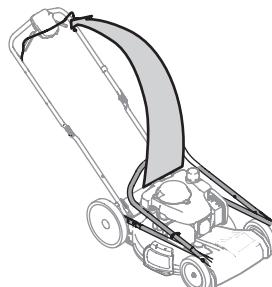

Figure 7
3. Assurez-vous que la tondeuse est stable, relevez le guidon et dépliez la partie supérieure (Figure 7). La partie inférieure doit être bien fixée dans les supports. Veillez à ne pas pincer le câble de commande de la lame ou le câble d'entraînement lorsque vous relevez le guidon.